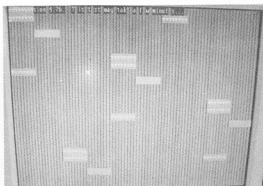

图 5-12 测试中
(4) 选择 6, 测试 6600 系列显卡 (这里设置了只测试 10%), 如图 5-12 所示。